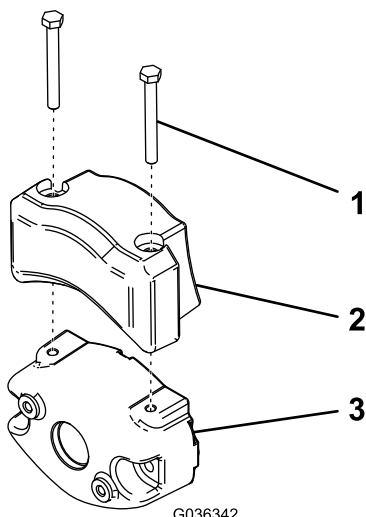

Figura 10
4. Fixați contragreutatea electrică de contragreutatea existentă cu ajutorul a 2 uruburi cu cap, conform indicațiilor din Figura 10.